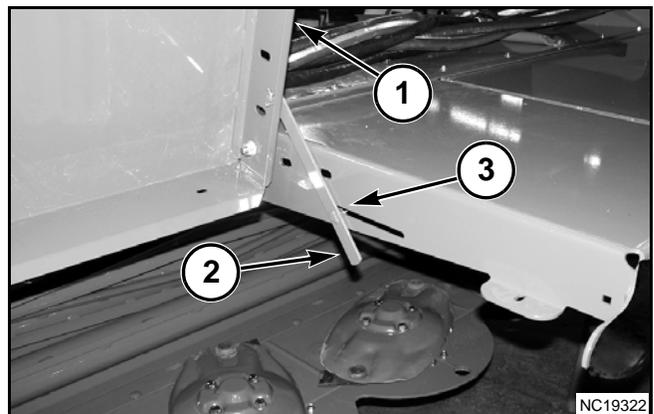

FIG. 6
FIG. 6: Para abrir el capó (1) del sistema de corte, levante el capó totalmente hacia arriba. Asegúrese que el soporte de capó (2) está enganchado en la ranura (3) en el centro del capó.